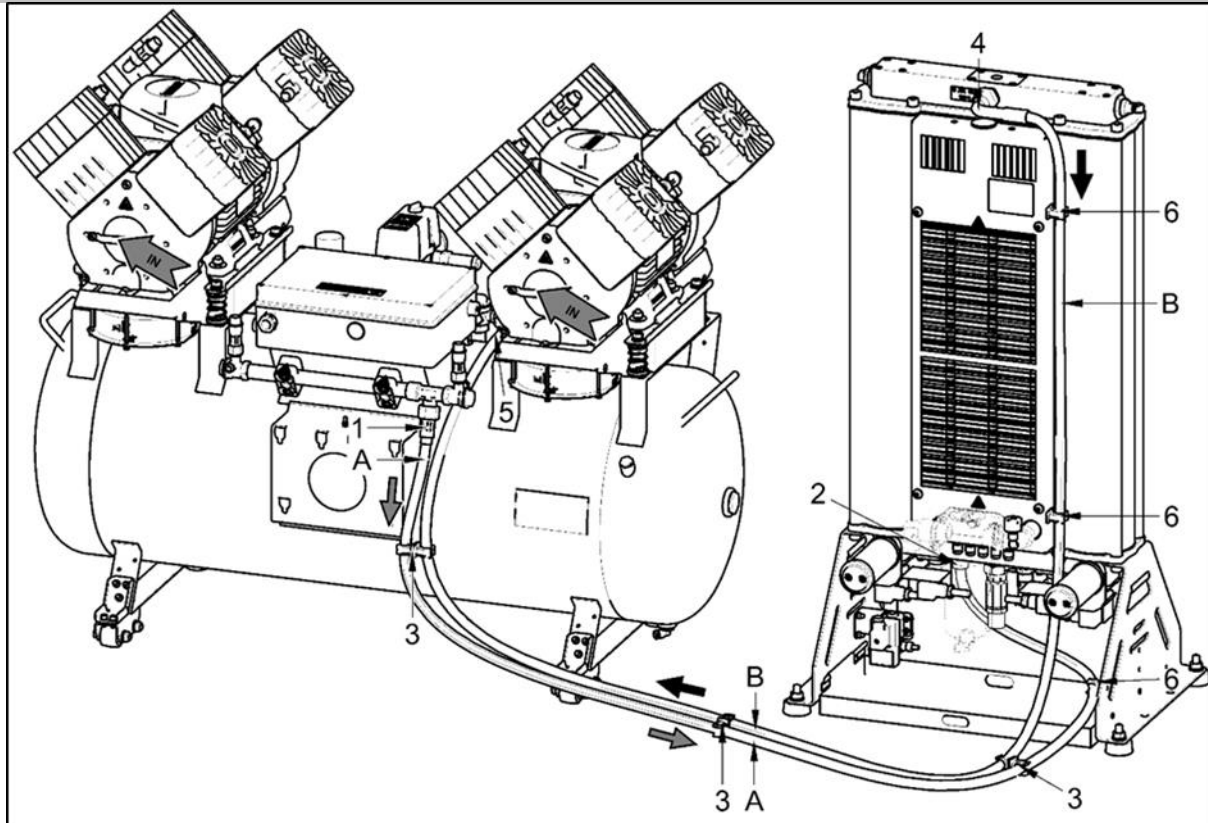

Fig. 11: Acheminement des tuyaux de raccordement
- Vérifiez que le raccordement de l'air comprimé entre le compresseur et le sécheur est correct. (Fig. 11)